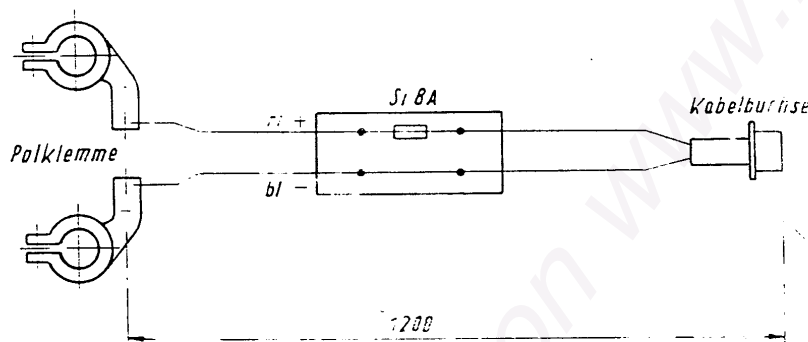

Bild 5
Der Batterie-Anschluß (21) erfolgt über das im Zubehör enthaltene Batterieanschlußkabel 1414.006-01001 (siehe Bild 5). Die Anschlußpolaritäten "+", "-" sind auf die Batterie-Klemmen geprägt. Die Kabellänge beträgt 1,20 m. Werden längere Zuleitungen benötigt, so ist das Kabel ab Sicherungselement auszutauschen (Mindestquerschnitt $2,5 \text{ mm}^2 \text{ Cu}$).